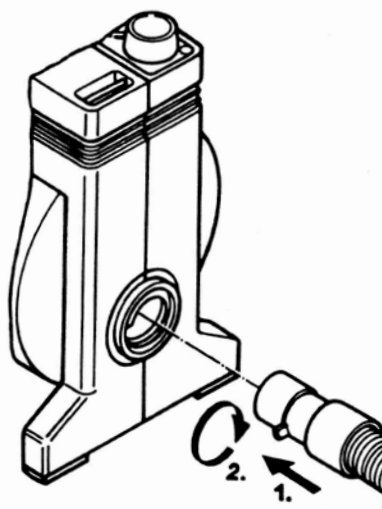

Fig. 3
- Collegare il tubo flessibile alla soffiante a motore. Inserire e serrare a fondo il raccordo del tubo flessibile, ruotandolo verso destra, nell'apposita apertura della soffiante (fig. 3).